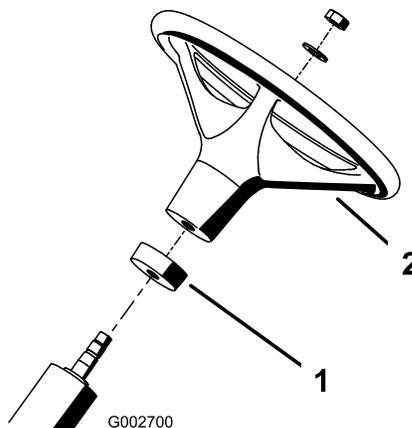

図 2
2. ウレタン・カラーをステアリング・シャフトにはめ込む (図 2)。
3. ハンドルをステアリング シャフトにはめ込む (図 2)。
4. ハンドルをステアリング・シャフトにはめ込み、ワッシャとロックナットで固定する (図 2)。ロックナットを 20-26 ft-lbs (27-35 Nm= 2.8~3.5 kg.m) にトルク締めする。